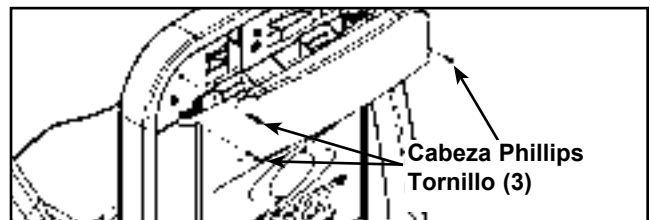

Figura 5
- E. Quitar los tres tornillos principales Phillips asegurar el superior cubierta (trasera) y cuida dosamente quitar la cubierta. Ver Figura 5.